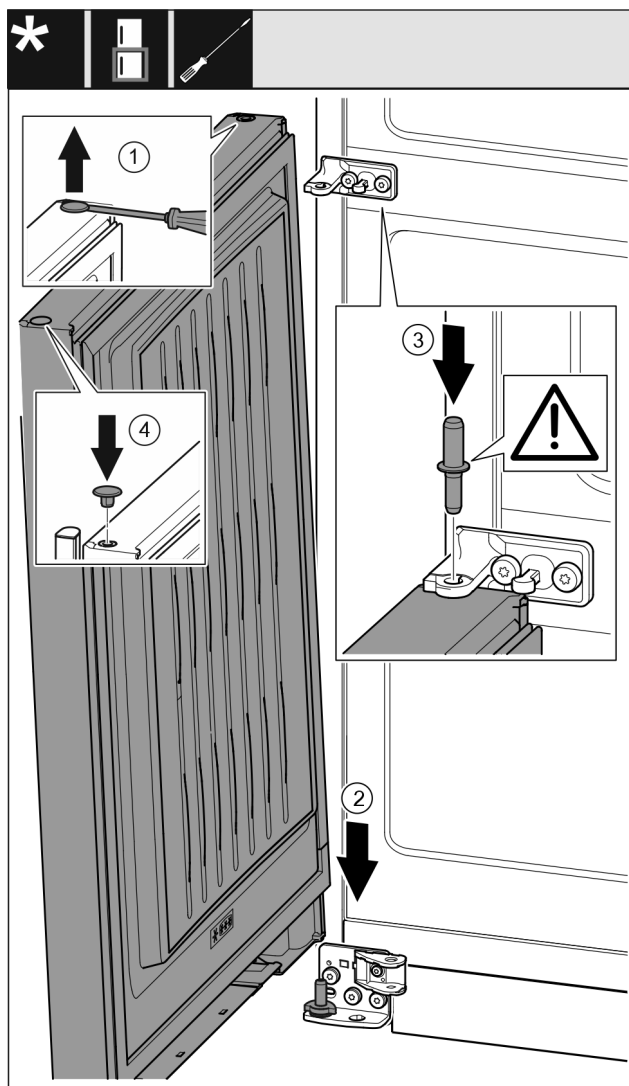

Fig. 56
- Podważyć ostrożnie zatyczkę Fig. 56 (1) przy pomocy śrubokręta i wyjąć.
- Założyć drzwi Fig. 56 (2) od góry na dolny trzpień zawiasu.
- Przetoczyć środkowy trzpień zawiasu Fig. 56 (3) przez środkową płytkę zawiasu, wkładając go w dolne drzwi. Zwrócić przy tym uwagę, by krzywka zatrzaskowa wskaazywała do tyłu.
- Założyć zatyczkę Fig. 56 (4) ponownie z drugiej strony drzwi.